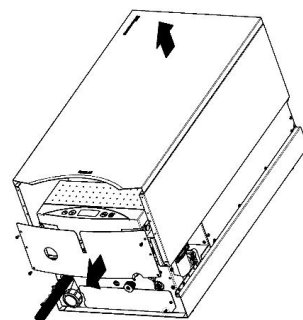

图1
- 将锅炉连接到这些系统的示例如图1所示。 3.5.1.
5. 拧下相关的固定螺钉（图1），卸下锅炉的前盖。